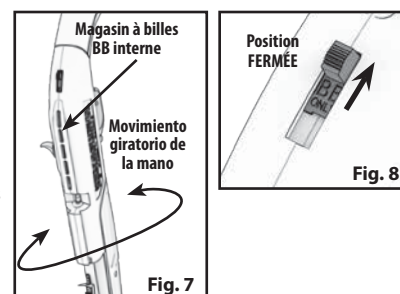

Fig. 7
- Placez un plomb (tête en premier lieu), dans la fenêtre de chargement. (Fig. 7).
- L'arme à air comprimé est correctement pointée et en position correcte de visée lorsque la lame du guidon est située exactement au centre de l'encoche de la hausse. Le sommet de la lame du guidon doit être à la même hauteur que le sommet de l'encoche de la hausse. Le point de mire doit sembler reposer au sommet du guidon (Fig. 7).